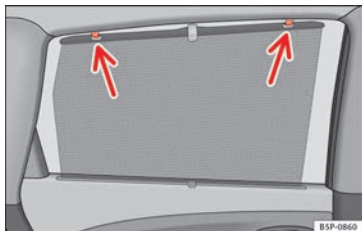

Fig. 68 Persiana de la puerta trasera.
- Desenrolle la persiana y engánchela en los ganchos situados en el marco superior de la puerta » fig. 68.